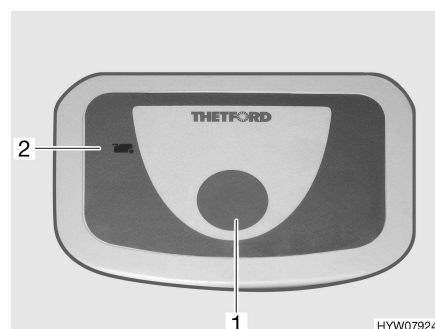

Fig. 111 Botón del inodoro/luz de control (inodoro Thetford)
- Para lavar, pulsar el botón del inodoro azul (Fig. 111,1).
La luz de control (Fig. 111,2) se enciende cuando es necesario vaciar el depósito de aguas fecales.